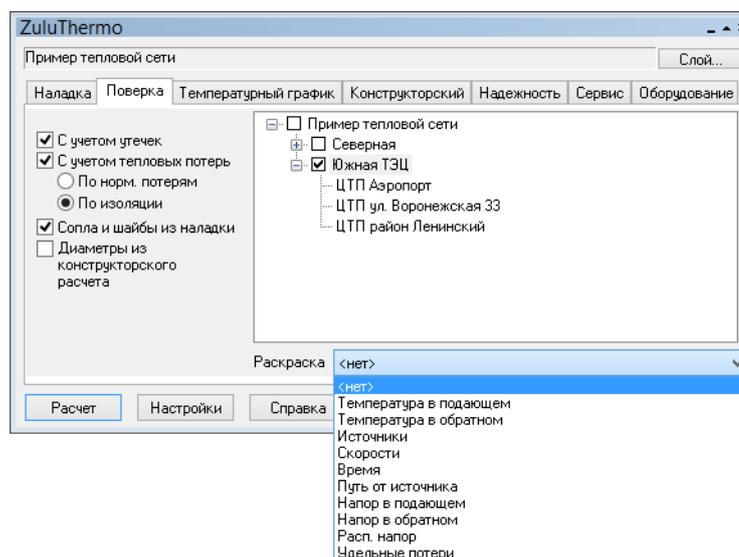

Рисунок 23.1. Раскраска с помощью встроенных фильтров
1. После успешного проведения расчета, в окне Теплогидравлические расчеты в строке Раскраска нажать кнопку . В выпавшем меню выбрать параметр, в зависимости от которого нужно произвести раскраску сети. (см. Рисунок 23.1, «Раскраска с помощью встроенных фильтров»)